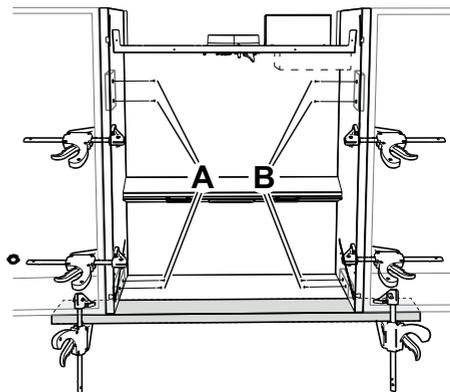

Fig.9
**TIPS!** Tvingar och en bräda kan användas för att underlätta monteringen, se Fig.9